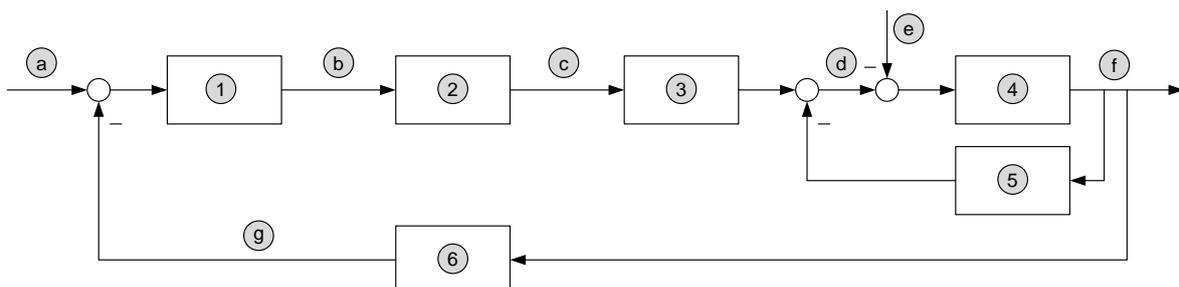

Bild 2.1: Abbildung der Regelungsstruktur des Magnetlagers
- 2.5 Die Regelungsstruktur für die Positionsregelung des Magnetlagers ist in Bild 2.1 skizziert. Benennen Sie die mit 1 bis 6 markierten Blöcke sowie die mit a bis g markierten Größen. Erläutern Sie **ausführlich** die Funktion bzw. die Bedeutung der jeweiligen Blöcke!